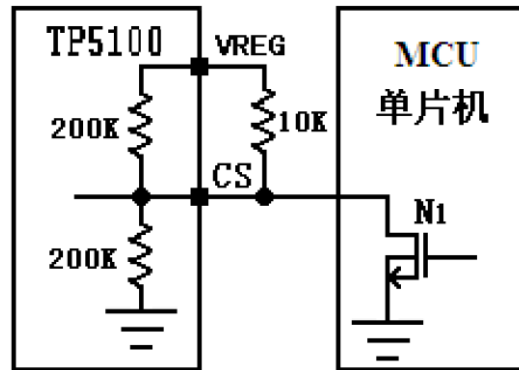

图 4 受外部控制的 8.4V 锂离子电池充电状态与停机状态的切换
8.4V 双节锂离子电池充电状态与停机模式的切换。如图 4 所示，通过一个开漏输出端口与 CS 端连接，如果 NMOS 管栅极输入低电平，N1 截止，此时 CS 端接高电平，则充电截止电压为 8.4V，TP5100 为双节锂离子电池充电。当 NMOS 管栅极输入高电平，N1 导通，此时 CS 端被下拉到 GND，TP5100 为停机模式。VREG 引脚可以最大提供 5mA 驱动电流，上拉电阻可选 1k-100k。